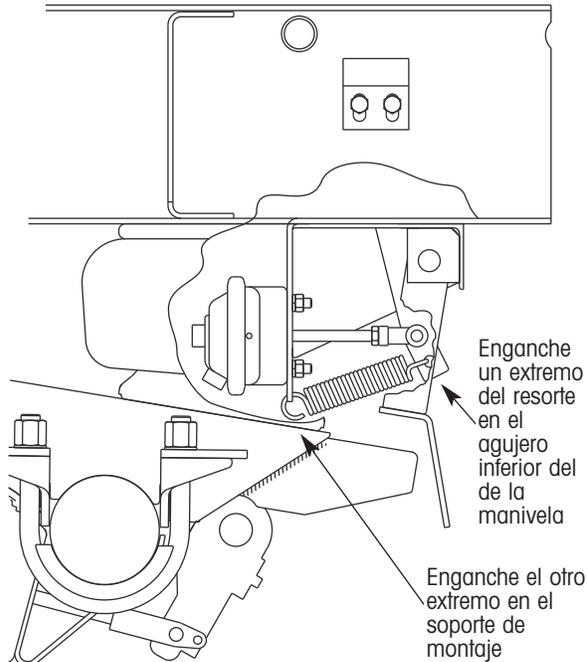

Figura 50. Detalles de instalación del resorte
- Enganche un extremo del resorte al soporte de montaje y el otro extremo del resorte al agujero inferior de la manivela (figura 50).
5. Enganche un extremo del resorte al soporte de montaje y el otro extremo del resorte al agujero inferior de la manivela (figura 50).